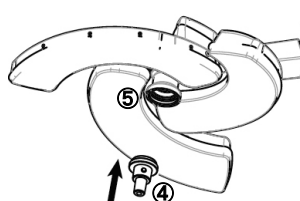

図5 取り付け方法(カメラ配線あり)
(3) 滅菌ハンドルの取り付け方法(カメラ配線あり灯体)[図5]